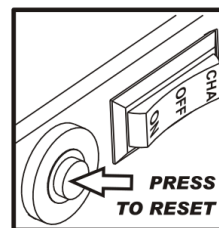

Fig.14
- Premere il pulsante INTERRUETTORE CIRCUIT per ripristinare. (Fig.14)